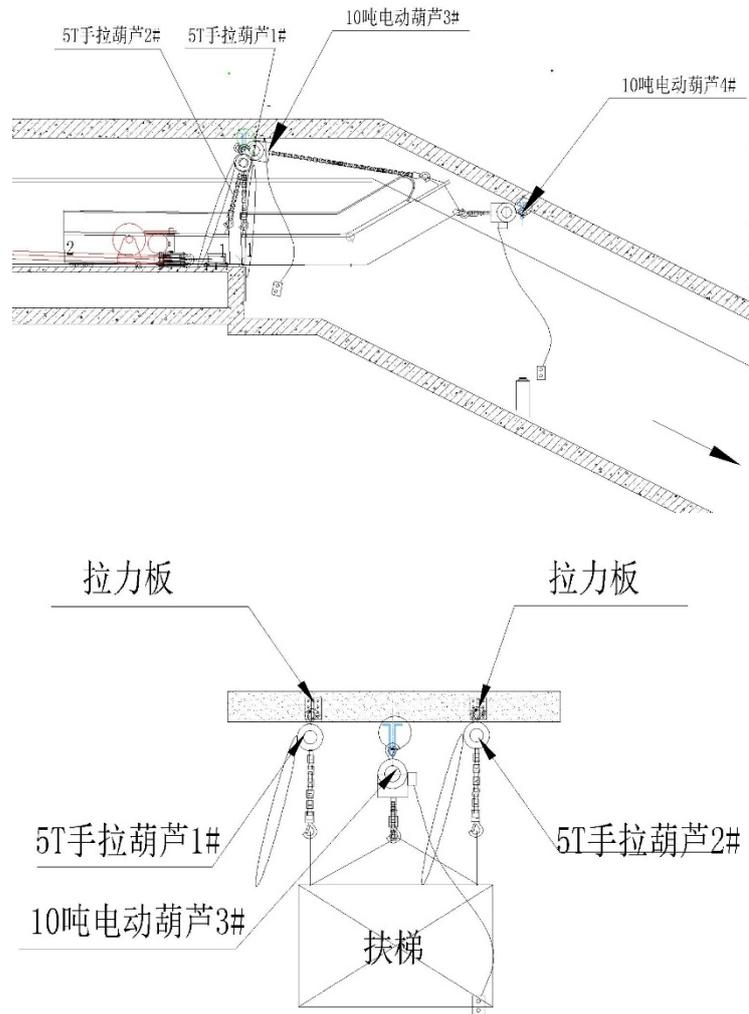

图 6 拼接示意图
2、将中段 1#运输至上井道口与尾段进行拼接，然后采用 10 吨电动葫芦 3#(挂于井道预留吊钩上)、4#(挂于井道预留吊钩上)向下吊装至井道中间，直到中段 1#尾端接口面刚好在井道口处停止，并用两台 5 吨手动葫芦 1#(挂于井道预留吊钩上)和 2#(挂于井道预留吊钩上)固定好如图 6 所示。（5 吨手拉葫芦 1#和 2#只供拼接时扶梯调平用）